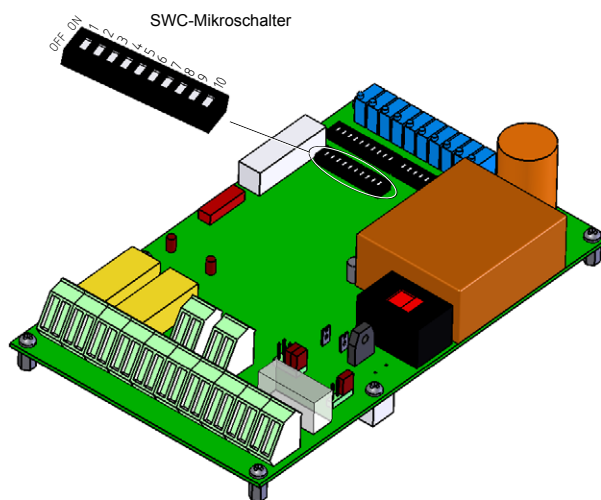

Bild 3–2 Position der SWC-Mikroschalter
- Zur Einstellung der Detektionsschwellen U_{level1} und U_{level2} müssen die Mikroschalter SWC3 und SWC4, siehe *Bild 3–2*, auf ON sein.
- Zur Einstellung der Detektionsschwellen U_{level3} und U_{level4} , müssen $U_{\text{O/P level3}}$ und $U_{\text{O/P level4}}$ mit $U_{\text{O/P}}$ verbunden werden, wobei sichergestellt werden muss, dass das Testsignal durch C1 läuft (siehe *Anhang A*), dies nachdem die Reiter JP37 und JP38 eingesteckt worden sind (siehe *Bild 3–4*).